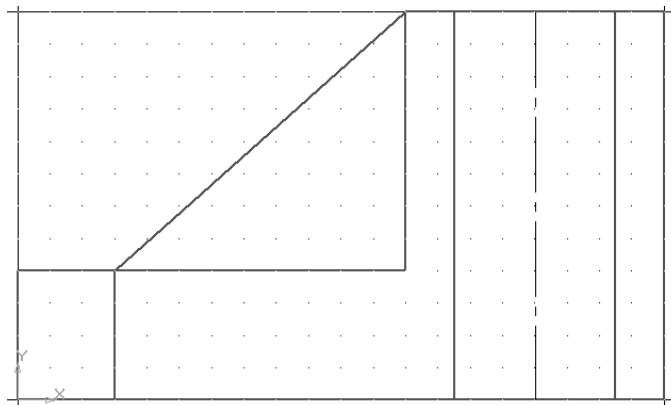
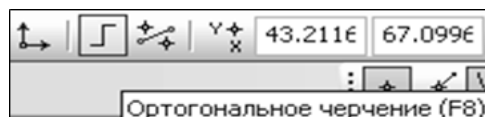

Рис. 55. Главный вид детали
Рис. 56. Ортогональное черчение
16. Командой *Отрезок* выполните построение главного вида детали (рис. 55). При создании линий, параллельных осям системы координат, следует активировать пиктограмму *Ортогональное черчение (F8)* (рис. 56).